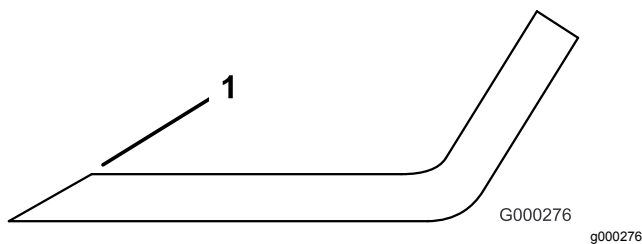

Bild 119
3. Prüfen Sie die Schnittkanten aller Messer und schärfen die Kanten, wenn sie stumpf sind oder Kerben haben (Bild 119).
Hinweis: Schärfen Sie nur die Oberseite der Schnittkante und behalten Sie den ursprünglichen Schnittwinkel bei, um die Schärfe des Messers zu gewährleisten (Bild 119). Das Schnittmesser bleibt ausgewuchtet, wenn von beiden Schnittkanten die gleiche Materialmenge entfernt wird.